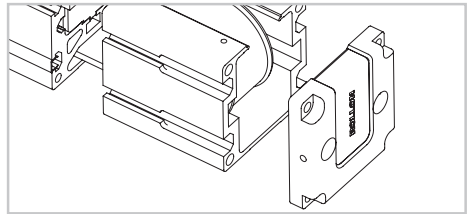

Abb. 11
- 11) Trennen Sie den Umlenkkopf vom Profil und entfernen Sie die Riemenscheibe (Abb. 11).